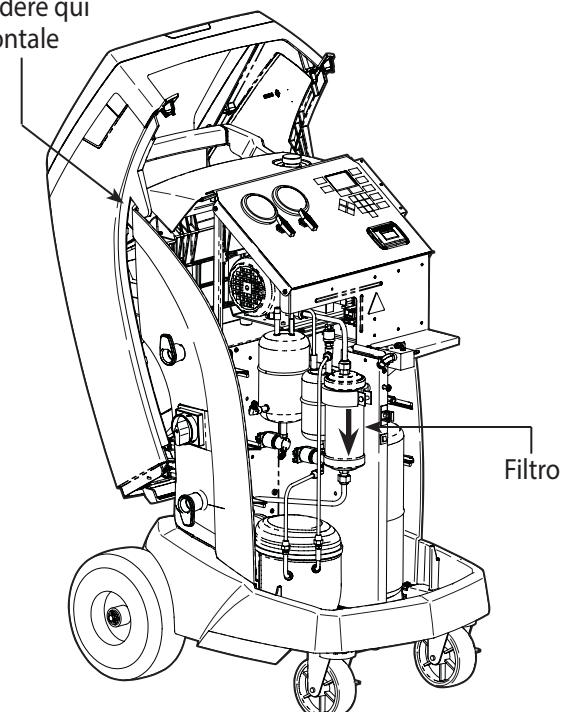

Figura 12
- Appendere il frontale sul retro della stazione, come mostrato nella Figura 12.
3. Appendere il frontale sul retro della stazione, come mostrato nella Figura 12.